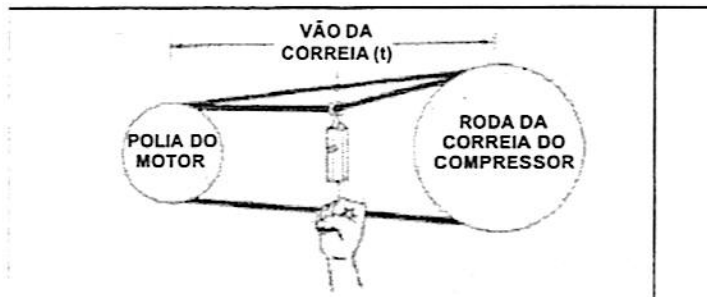

Figura 6-4. Método da balança de mola.
- Meça o vão (t) da correia, como mostra a figura 6-4.